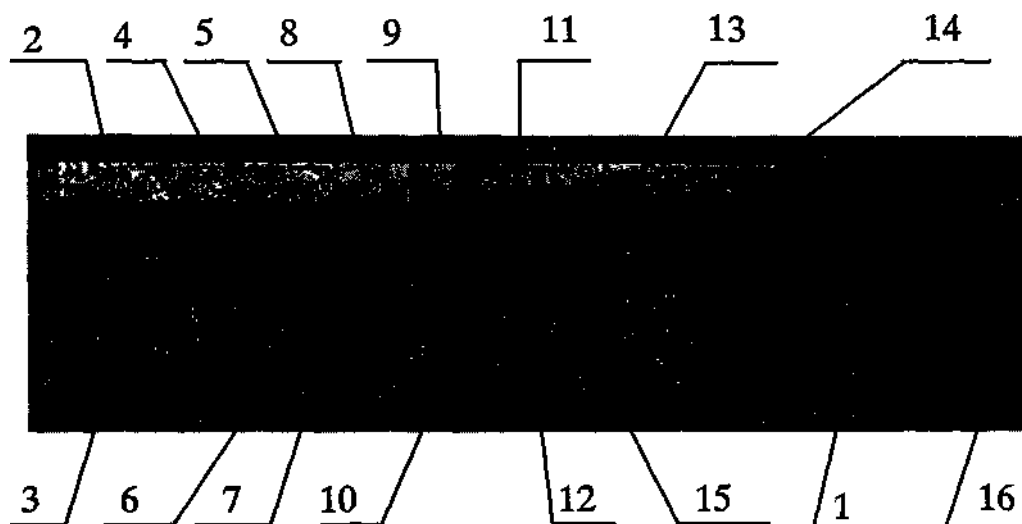

Рис.3
5.2.1.1. На лицевой панели БОСа (рис.3) расположены:
Внешний вид передней панели видеокамеры, представлен на рис.3,